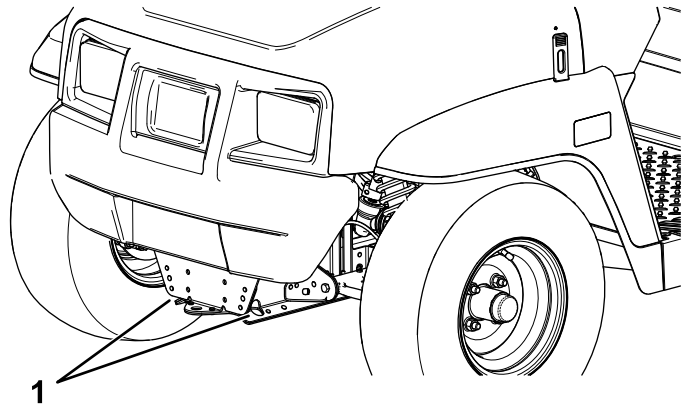
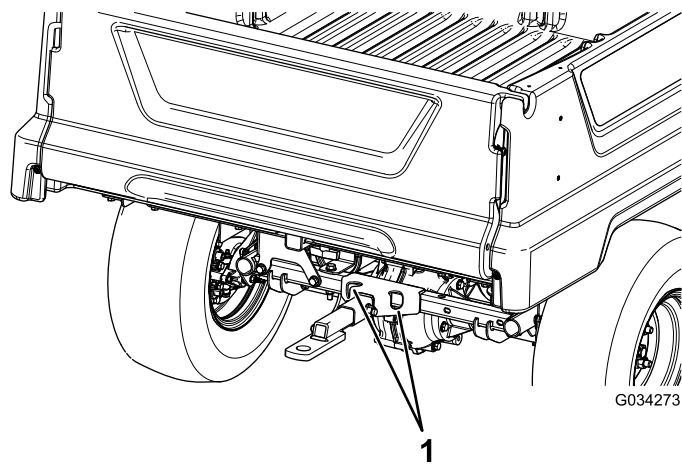

图 19
图 20
请参阅图 19和图 20查看机器栓系点的位置。
2. 将拖绳系在机器机架前面的拖曳板上 图 19。